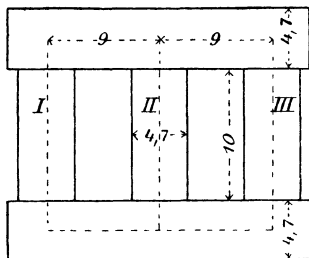

Fig. 138.
298. Ein Drehstromtransformator (Fig. 138) wird primär an eine Klemmenspannung von 40 [60] (120) V und 60 [50] (50) Perioden angeschlossen. Die sekundäre Spannung soll 65 [220] (440) V betragen. Die Wicklungen primär und sekundär sind in Sternschaltung verbunden. Der Querschnitt eines Kerns beträgt 20 cm². Gesucht wird:
- der Magnetisierungsstrom, wenn die Abmessungen des Transformators der Fig. 138 entsprechen und jede Stoßfuge gleich einem Luftzwischenraum von 0,005 cm gerechnet wird,